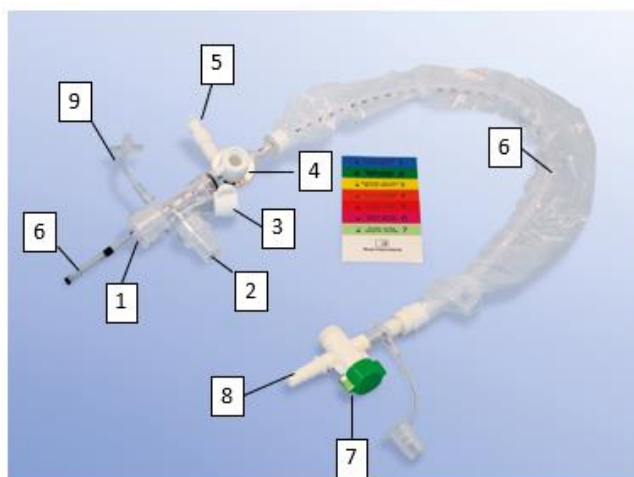

Fig. 3 Slutet sugsystem
1. Koppla nedre luftvägs slurpslang (slang utan sugreglage) till sugsystemets sugkateter (Fig. 3, punkt 8)
2. Anslut sugsystemet (Fig. 3, punkt 1) till patientens tub/track
4. Anslut flexslang (och ventilatorslangar) till sugsystemets "sidoport" (Fig. 3, punkt 2)